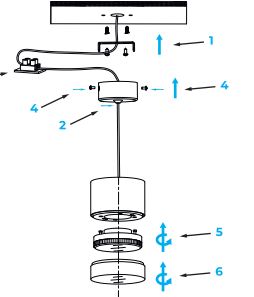

Рис. 2
- 5.4. Порядок сборки и установки (см. рис.2)